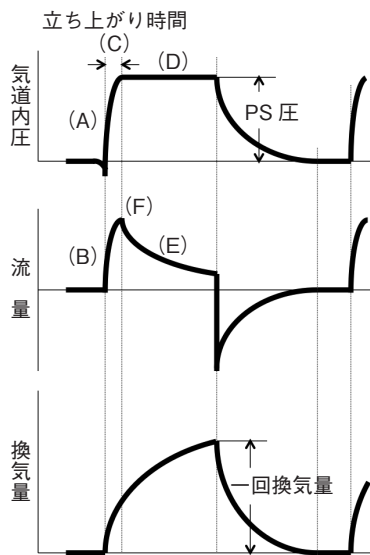

図7 プレッシャーサポート換気の標準的な波形
自発呼吸の吸気を補助する PSV の標準的な波形を図 7 に示す。自発吸気 (A) を認識した人工呼吸器はガスを送り始める (B)。立ち上がり時間 (C) をかけて、気道内圧は設定サポート圧に達する (D)。この部分は PCV と同じである。設定された吸気時間の経過で PCV の吸気相は終了するが、PSV では肺に流れる吸気流量の減少 (E) で吸気終了を判断している。吸気終了の判断基準は人工呼吸器の機種で異なるが、最大の吸気流量 (F) に対する割合で判断するものが多い。この割合を吸気終了基準やサイクルオフ値という。たとえば終了基準の設定が 10% で、その吸気最大の流量が 1 L/秒だった場合、吸気流量が徐々に減少して 0.1 L/秒になったときに人工呼吸器は吸気相を終了して呼気相に移る。